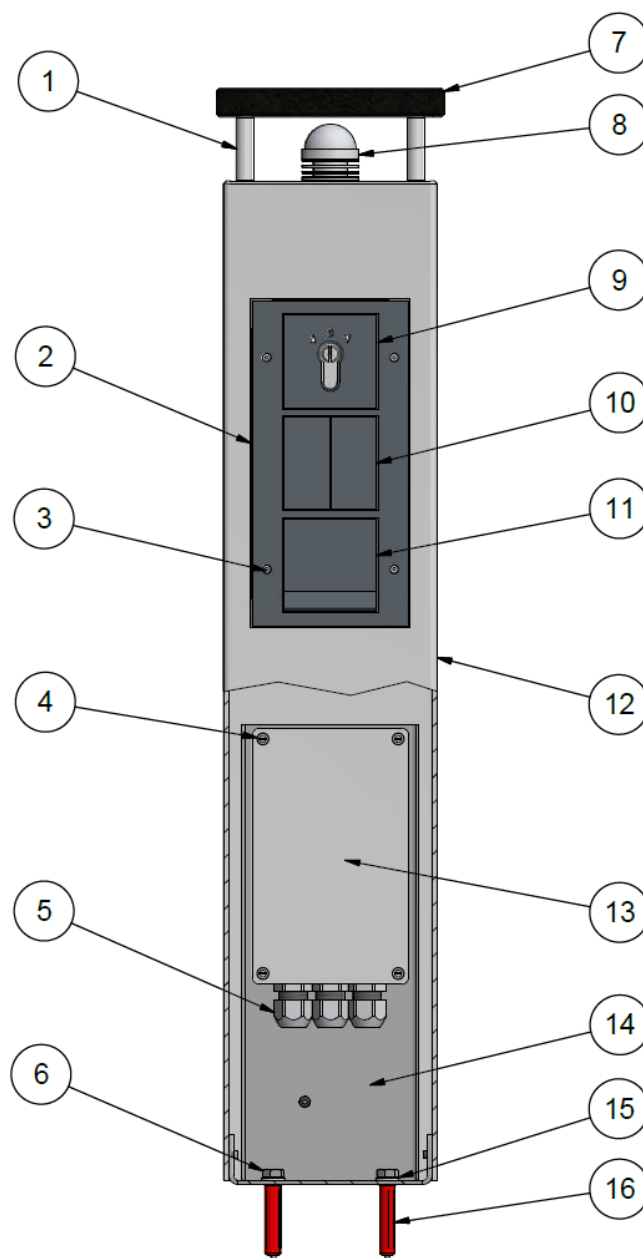

Abbildung 1: Zusammenstellung
- c) Fädeln Sie die Anschlusskabel für die E-Box **13**, den Schlüsselschalter **9**, den Wippschalter **10** und die Steckdose **11** durch den Durchlass **25** des Standfußes **14** (siehe *Abbildung 1*).